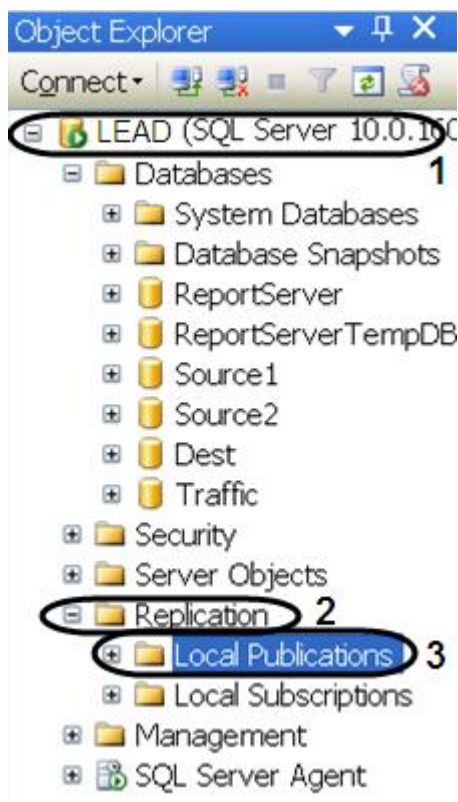

Рис. 11.3—3. Создание новой публикации
7. Раскрыть папку «Replication» (см. Рис. 11.3—3, 2), после чего щелкнуть правой кнопкой мыши по папке «Local Publication» (см. Рис. 11.3—3, 3).